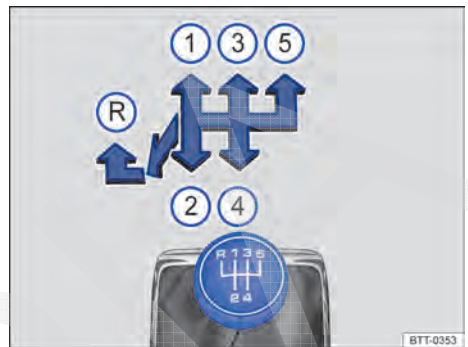

Fig. 95 Esquema de troca da transmissão manual de 5 marchas.
As posições de cada marcha estão representadas na alavanca de troca de marcha → Fig. 95.
- Empurrar a alavanca de troca de marcha totalmente para a esquerda e depois para frente até a posição da marcha a ré → Fig. 95 (R).